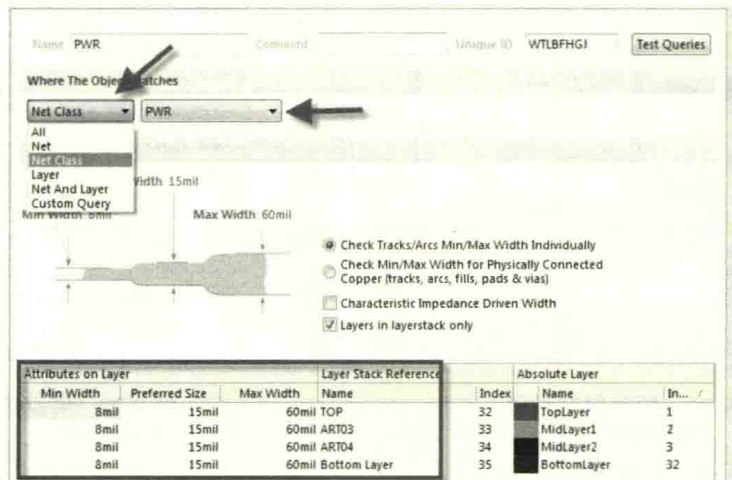

图 9-24 电源线宽规则的创建
(3) 如果需要对某个网络或者网络类单独设置线宽，则在 “Width” 规则上单击鼠标右键，新建一个规则，命名为 “PWR”，在 “Where The Object Matches” 栏中，选择适配对象，如选择前文中设置好的 “PWR” 电源类，对于电源线，一般把最大、最小、优选线宽进行单独设置，让走线在一个范围之内，一般设置最小线宽为 8mil，优选线宽为 15mil，最大线宽为 60mil，如图 9-24 所示。